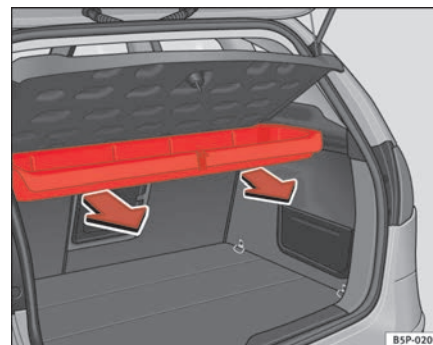

Abb. 125 Ausbau des Ablagefachs
- Nach außen ziehen, bis der Kasten aus den Drehhaltern gelöst ist $\Rightarrow$ Abb. 125.